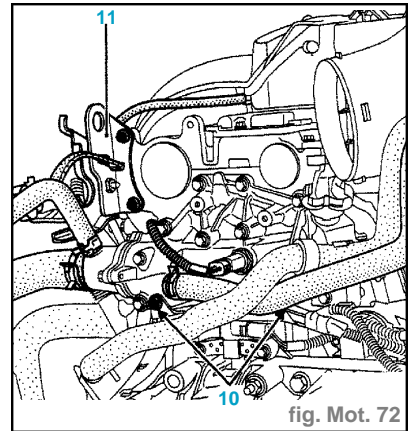

fig. Mot. 72
- les fixations du support faisceau électrique en (10) (fig. Mot. 72),
- la patte de levage (11),